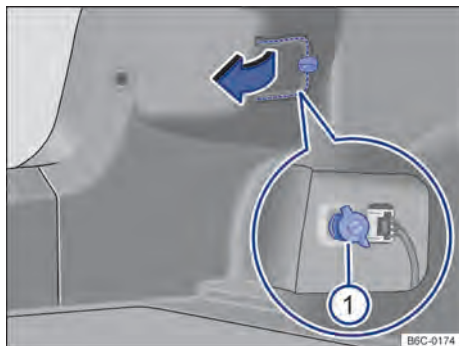
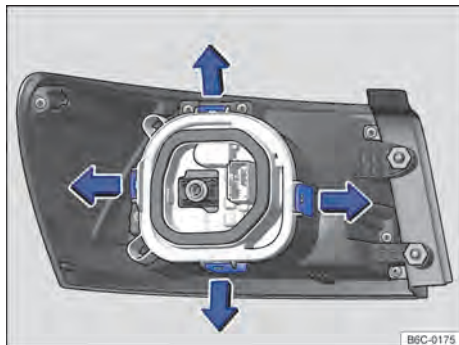

Fig. 168 No compartimento de bagagem: desinstalar cobertura e retirar o parafuso borboleta ① (lupa).
Fig. 169 Lanterna traseira: desinstalar o suporte das lâmpadas
- ① Observar a lista de controle e executar as ações → Página 209.
- ② Abrir a tampa traseira → Página 76.
- ③ Para abrir a cobertura da lanterna, girar a trava → Fig. 168 (seta).
- ④ Abrir a cobertura junto com a trava para o lado.
- ⑤ Soltar o parafuso borboleta ① (lupa) e retirá-lo, segurando, ao mesmo tempo a lanterna traseira.
- ⑥ Puxar cuidadosamente a lanterna traseira para fora, para desencaixá-la da carroceria → ①.
- ⑦ Desencaixar o conector de alimentação das lâmpadas da lanterna, para remover totalmente a lanterna.
- ⑧ Colocar a lanterna traseira sobre uma superfície limpa e lisa.
- ⑨ Para destravar o suporte das lâmpadas, pressionar cada lingueta de travamento → Fig. 169 no sentido das setas.
- ⑩ Remover o suporte das lâmpadas cuidadosamente.
- ⑪ Para remover as lâmpadas incandescentes queimadas pressionar a lâmpada contra o alojamento e girar no sentido anti-horário.
- ⑫ Substituir a lâmpada incandescente queimada por uma lâmpada incandescente nova do mesmo modelo.
- ⑬ Para inserir as novas lâmpadas no suporte das lâmpadas, introduza a nova lâmpada no respectivo alojamento. Pressionar a lâmpada e girar no sentido horário até o batente.
- ⑭ Certificar-se de que as lâmpadas estão corretamente fixadas no suporte das lâmpadas.
- ⑮ Instalar o suporte das lâmpadas na lanterna traseira. As linguetas de travamento → Fig. 169 devem encaixar de forma audível.
- ⑯ Colocar o conector de alimentação na lanterna.
- ⑰ Encaixar a lanterna traseira cuidadosamente no alojamento da carroceria.
- ⑱ Segurar a lanterna traseira na posição de montagem com uma das mãos e aparafusar com a outra o parafuso borboleta → Fig. 168 ①.
- ⑲ Recolocar a cobertura da lanterna em sua posição e girar a trava para fechar.
- ⑳ Fechar a tampa traseira → Página 76.